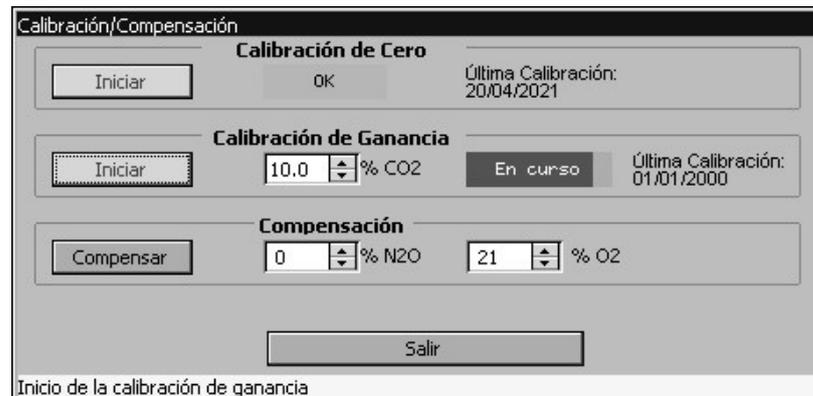

Figura 14-15 - Calibración de Ganancia, En curso
- 10 Cuando inyecte el gas la leyenda en la barra de progreso cambiará a “En Curso” (ver figura 14.15), y la calibración continuará. Si en 30 segundos no abre la llave, la calibración se cancelará y la leyenda en la barra de progreso cambiará a “Falla” (ver figura 14.17).